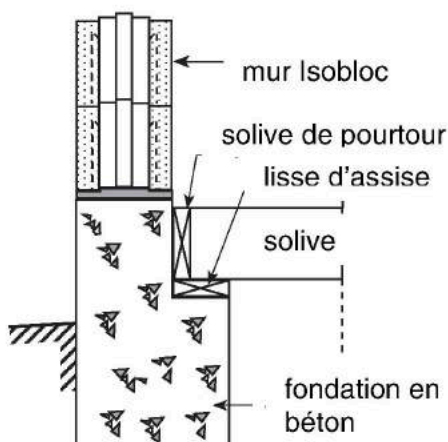

Figure 2. « Isobloc » sur fondation en béton
- Là où les murs « Isobloc » reposent sur des murs de fondation, le mur de fondation doit être composé de maçonnerie de béton ou d'éléments conformes aux exigences de la sous-section 9.15.4. du CNB 1995. Voir la fondation en béton aux figures 2 et 3.